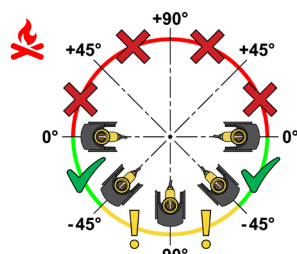

Fig.6
- **Modelli con portata nominale fino a 2,5 m3/h:** il sensore di flusso può essere orientato con inclinazioni comprese fra 0° e -90°. In particolare, l'orientamento con angolo compreso fra -45° e -90° è consentito nel caso in cui si sia verificata l'assenza di impurità e sporco all'interno del fluido termovettore (Fig.6);